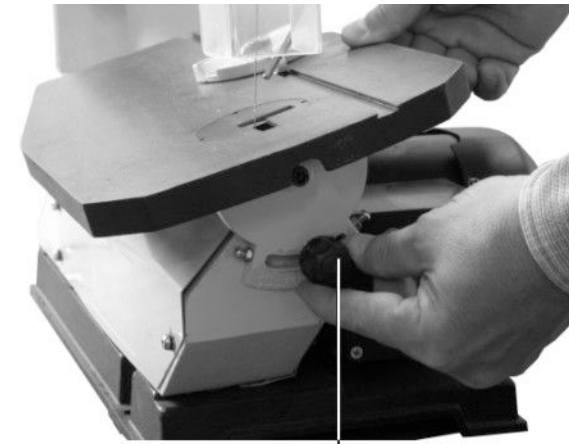
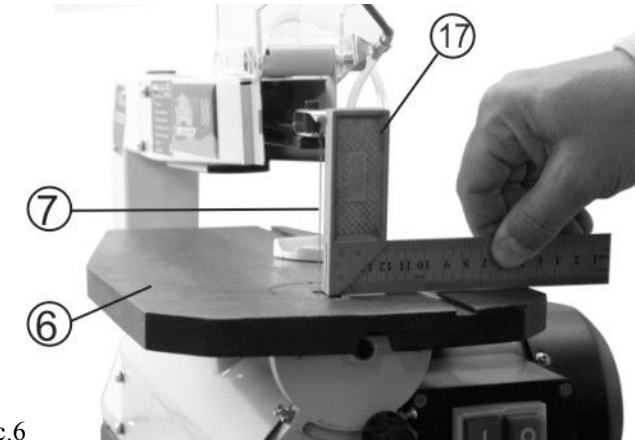

Рис.5
Рис.6
10.2. Ослабьте винт фиксации угла наклона рабочего стола (5), Рис.5, и установите рабочий стол (6), Рис.6, под прямым углом к пильному полотну (7), Рис.6.
10.3. С помощью маленького угольника (19), Рис.6, убедитесь, что угол между пильным полотном и рабочим столом равен 90°. Если рабочий стол расположен перпендикулярно к пильному полотну, затяните винт фиксации угла наклона рабочего стола (5), Рис.6.
10.5. Углы наклона рабочего стола 0 и 45 градусов фиксируются винтами (21), Рис.6 и 7.